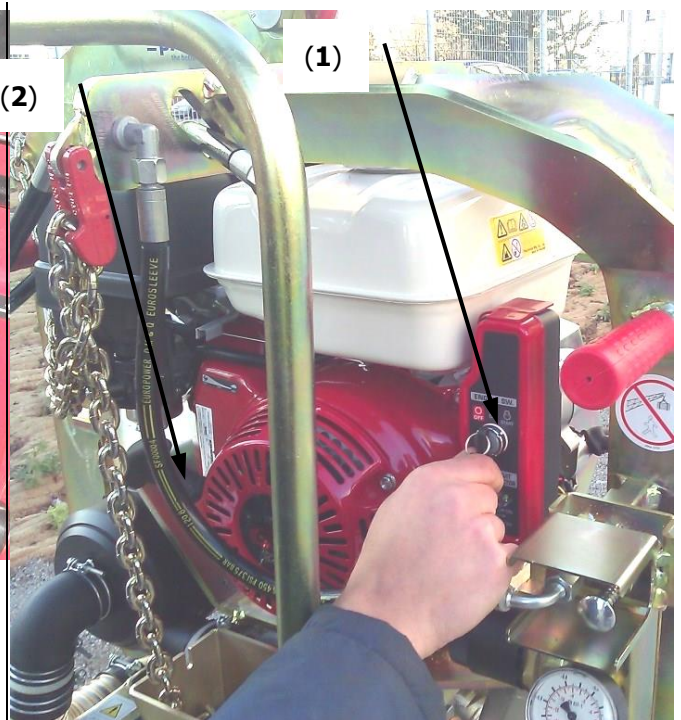

Abb.3
- Benzinmotor über Elektrostarter (1), oder über Revisierstarter (2) starten (Abb. 3). (Details siehe beiliegende HONDA - Betriebsanleitung).